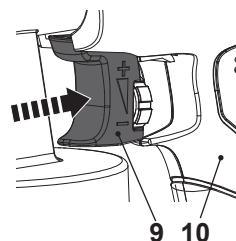

Fig. 9
- > Aperte o interruptor (9) e segure-o contra a pega (10) para ligar o produto. Mantenha-o apertado durante a operação (Fig. 9).
- > Solte o gatilho do interruptor (9) para desligar o produto.